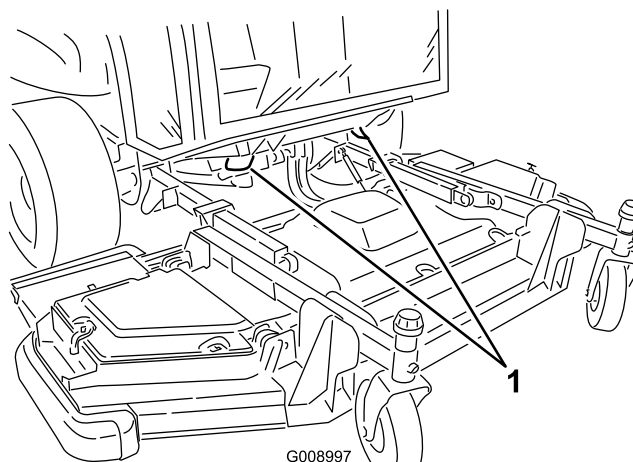

Bild 40
- Unter der Vorderseite der Bedienerplattform (2 Stellen) (Bild 40).